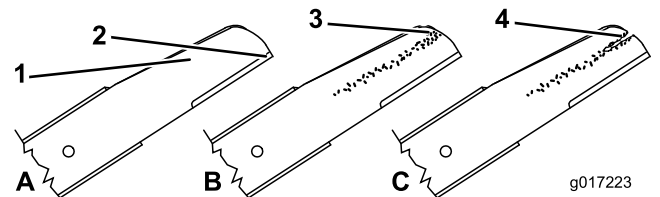

Рисунок 38
- Осмотрите режущие кромки (Рисунок 38). Если кромки не острые или зазубренные, снимите ножи и заточите или замените их.
- Осмотрите ножи, обратив особое внимание на состояние их фигурных частей (Рисунок 38). При обнаружении повреждений, износа, образования бороздки на этих частях, немедленно замените нож новым.